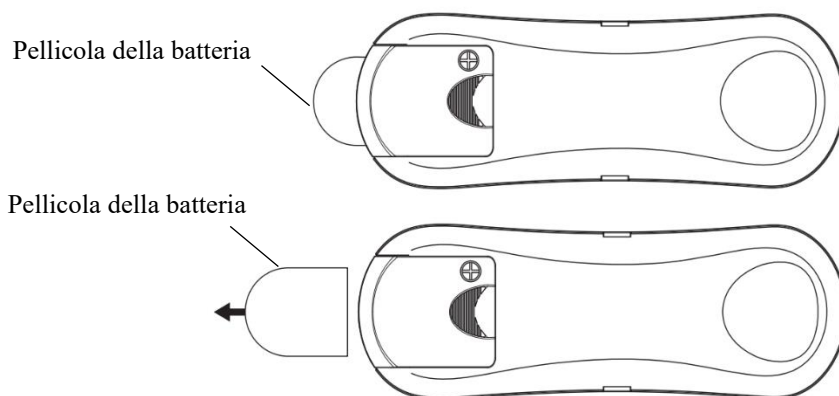

Fig. 10a
1. La batteria CR2032 è pre-installata nel telecomando. Quando si usa il telecomando per la prima volta, prima dell'uso togliere la pellicola che ricopre la batteria. (Fig. 10a)